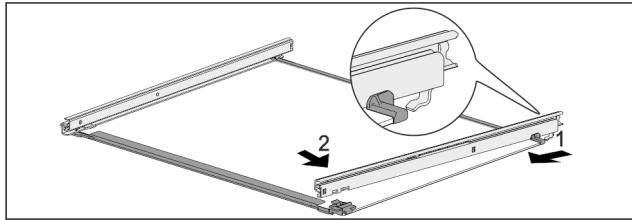

Fig. 123 Стъклена плоча с релси
- Закачете релсата отзад. Fig. 123 (1)
- Фиксирайте релсата отпред. Fig. 123 (2)